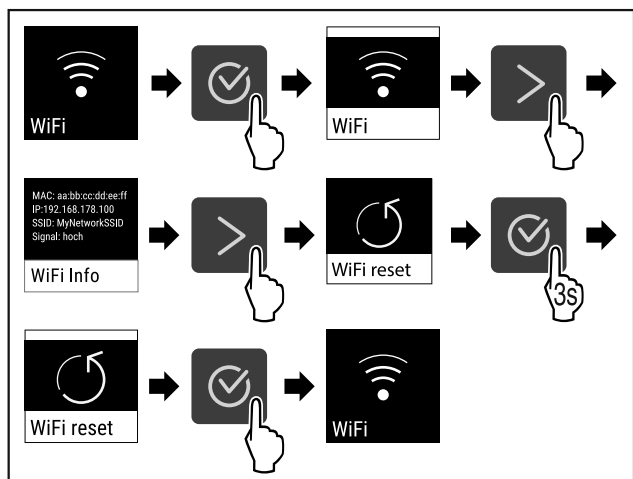

Fig. 87
- ▶ Suivre les étapes (voir Fig. 87).